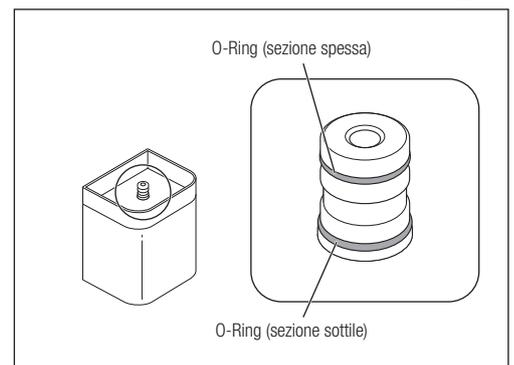

Fig. 47
- Gli O-ring sono di diversi spessori. Assicurarli di inserirli nelle scanalature adeguate (Fig. 47).